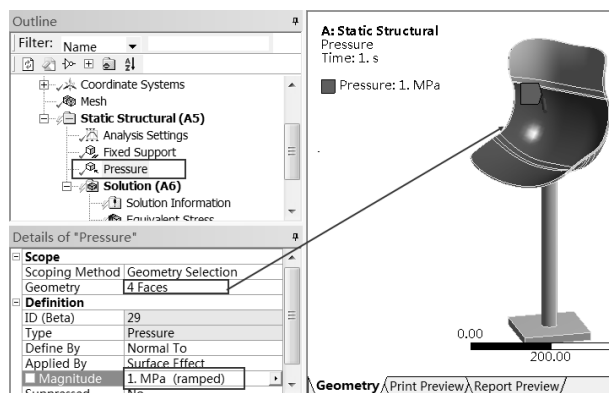

图 16-5 设置压力值
Step2：选择 Static Structural（A5） Pressure 命令，如图 16-5 所示，在出现的 Details of “Pressure” 面板中将载荷设置为 1MPa。